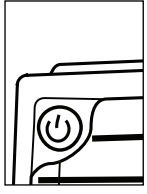

Fig. 1
1. Si le bouton rouge – à l'avant du bloc – brille, enfoncez-le pour éteindre. (Fig. 1)